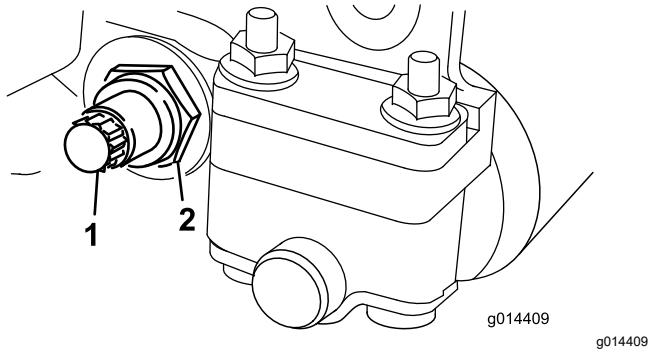

Figure 18
- De chaque côté de la machine, desserrez le contre-écrou de fixation du boulon de la barre d'appui (Figure 18).
- Retirez les boulons de la barre d'appui afin de pouvoir abaisser la barre et la déposer de l'unité de coupe (Figure 18).